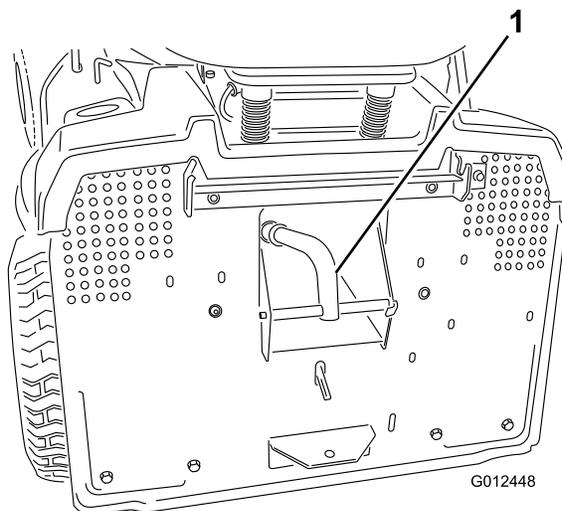
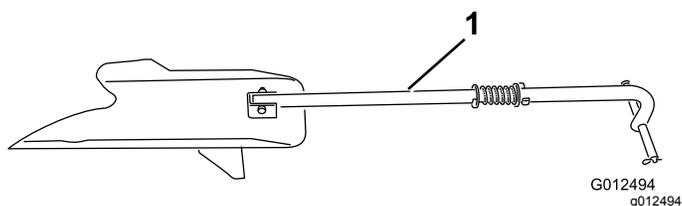

Figura 18
Figura 17
5. Introduzca el tapón de mulching (Figura 17) en el orificio de la parte trasera de la máquina, y engánchelo en el orificio del conducto de descarga (Figura 18).